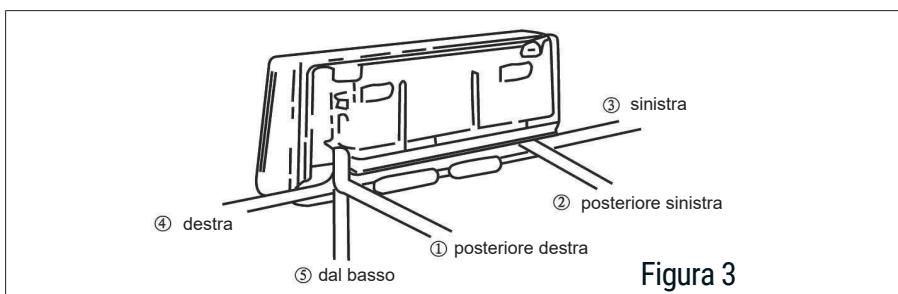

Figura 3
Le tubazioni frigorifere dell'unità interna possono essere sagomate come in figura 3. Per le posizioni (1) e (2) non bisogna fare nessuna modifica; per le posizioni (3), (4) e (5) dovrete rimuovere gli angolari di plastica della base dell'unità (se presenti).